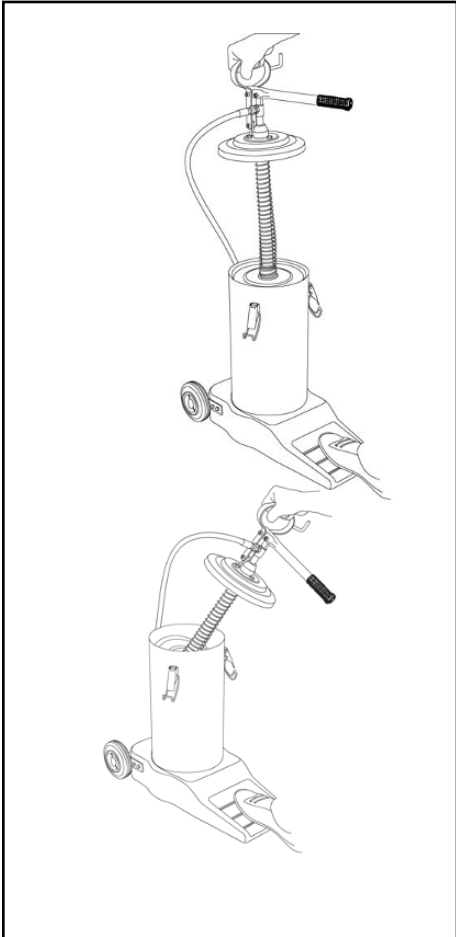

Fig. 2
- **Fig. 2:** To withdraw the group (cover-pump-follower plate), unscrew the locking knobs, incline the group by 20°/30° and gently pull it out without tugging it. Fili the reservoir with the selected grease (max. 16 kg).
- **Fig. 2:** Per estrarre il gruppo (coperchio – pompa – membrana), sganciare le alette, inclinare tutto il gruppo di 20°/30° e farlo uscire tirandolo senza strappi. Riempire il serbatoio del grasso prescelto (max. capacità: 16 kg).